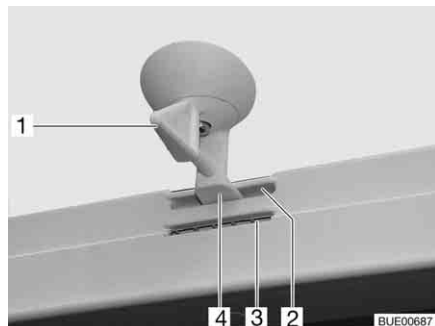
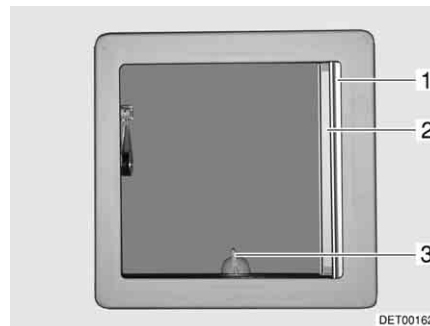

Fig. 29 Oblò inclinabile, bloccaggio
Fig. 30 Oblò inclinabile
- Ruotare la leva (Fig. 29,1 o Fig. 30,3) di un quarto di giro.
- Girare la leva di un quarto di giro. Il bloccaggio (Fig. 29,4) deve entrare nella feritoia inferiore (Fig. 29,3).
- Girare la leva di un quarto di giro. Il bloccaggio (Fig. 29,4) deve entrare nella feritoia superiore (Fig. 29,2).
- Tirare la tendina oscurante pieghevole (Fig. 30,1) fino alla posizione desiderata e rilasciare. La tendina oscurante pieghevole rimane in questa posizione.
- Estrarre la zanzariera a rullo (Fig. 30,2) fino a quando non scatta il bloccaggio dalla parte opposta.